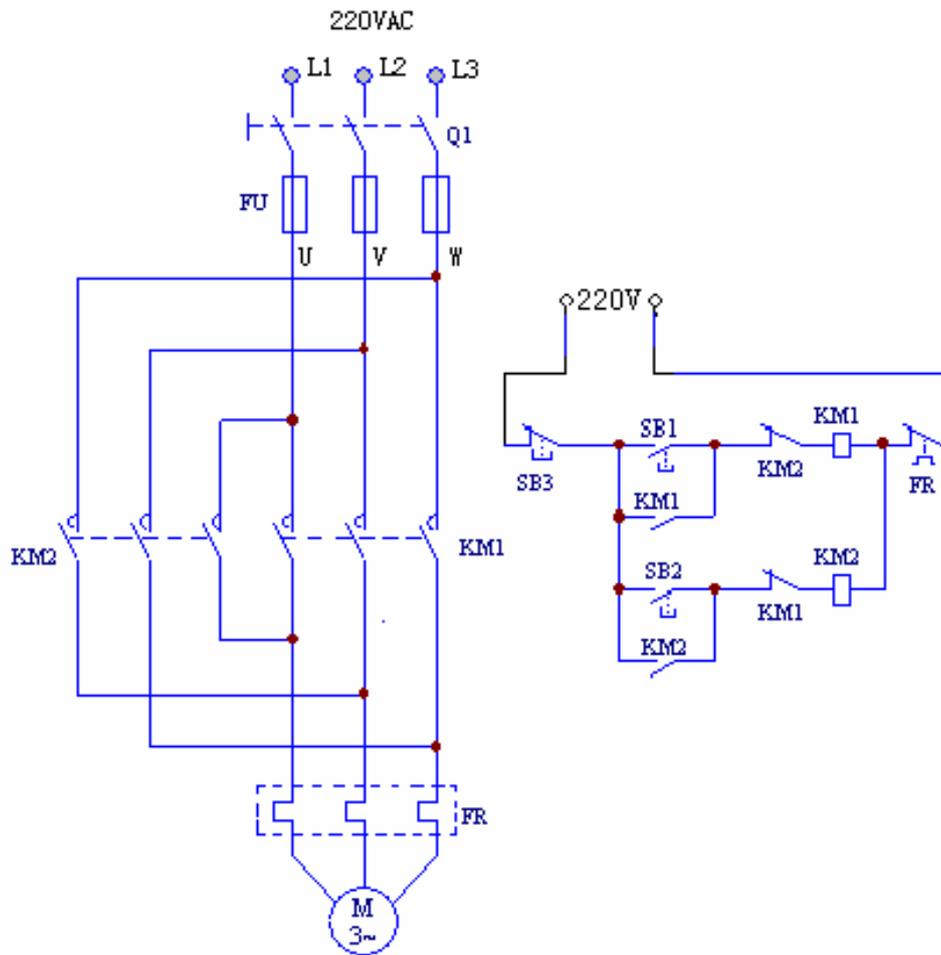

图 2-4 接触器联锁正反转控制实验图
为了避免接触器KM1（正转）、KM2（反转）同时得电吸合造成三相电源短路，在KM1（KM2）线圈支路中串接有KM1（KM2）动断触头，它们保证了线路工作时KM1、KM2不会同时得电（如图2-4），以达到电气互锁目的。
按图 2-4 接线，经检查无误后，方可进行通电操作。
2. 试分析图 2-4、2-5、2-6、2-7 各有什么特点？并画出运行原理流程图。
3. 图 2-4、2-5 虽然也能实现电动机正反转直接控制，但容易产生什么故障，为什么？